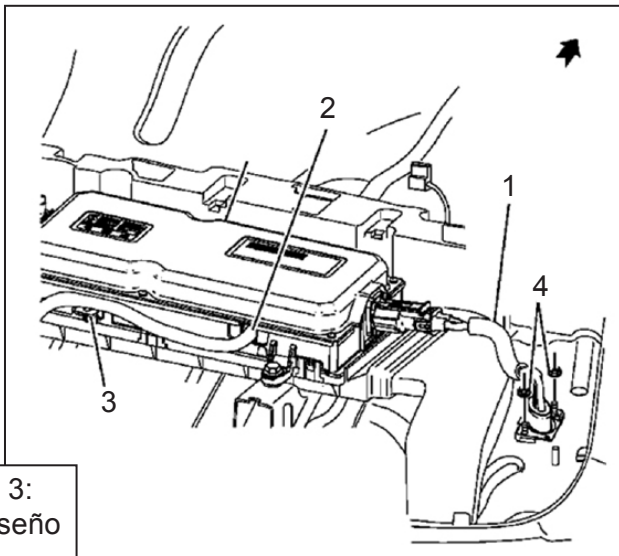

Figura 3:
- 2.1 Ensamble de cable positivo y negativo de batería (300 V) (1) a conector de cabezal de Módulo de control de energía CD auxiliar. Instalar CPA. **Vea la Figura 3.**
- 2.3 Apriete los sujetadores del Ensamble del cable positivo y negativo de la batería (300 V) (4) a 9 Nm (80 lb.pulg.) **Ver la Figura 3.**
- 3.5 Conecte el ensamble del conector de arnés de cable (señal de datos de 10 vías) al módulo de energía CD auxiliar en (2). **Vea la Figura 3.**
- 3.6 Use una correa de amarre para asegurar el arnés al nuevo punto de conexión (3). **Ver la Figura 3.**